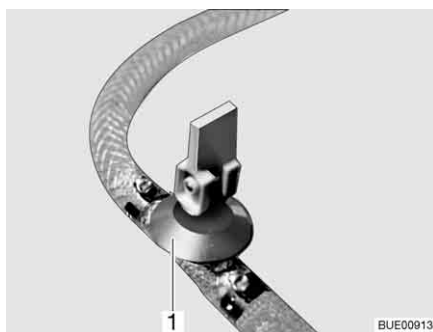
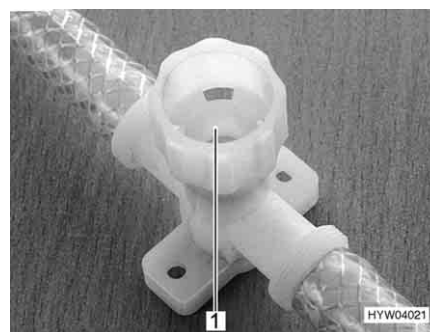

Fig. 181 Robinet de vidange (avec levier à bascule)
Fig. 182 Robinet de vidange (avec capuchon tournant)
- Fermer tous les robinets de vidange. Placer pour ce faire le levier à bascule (Fig. 181,1) à l'horizontale ou faire tourner le capuchon du robinet de vidange (Fig. 182,1) dans le sens des aiguilles d'une montre.